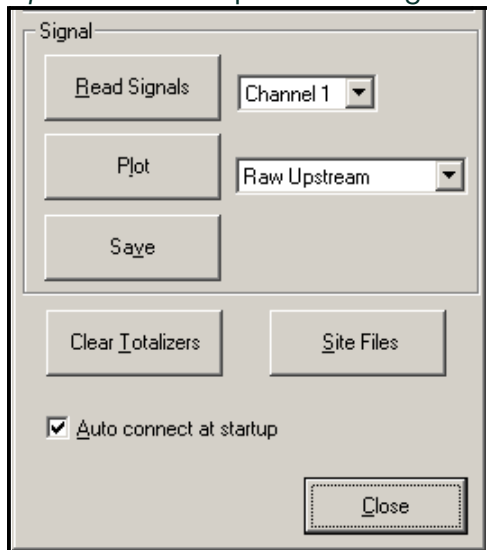

Figura 7: Opzioni di segnale attivo
3. Per leggere un segnale dallo strumento, fare clic sul pulsante [Leggi segnali]. (Se lo strumento è multicanale, aprire il menù a discesa Canale e fare clic sul canale desiderato). Dopo qualche istante, viene visualizzata la finestra *Proprietà* simile a quella della Figura 7.